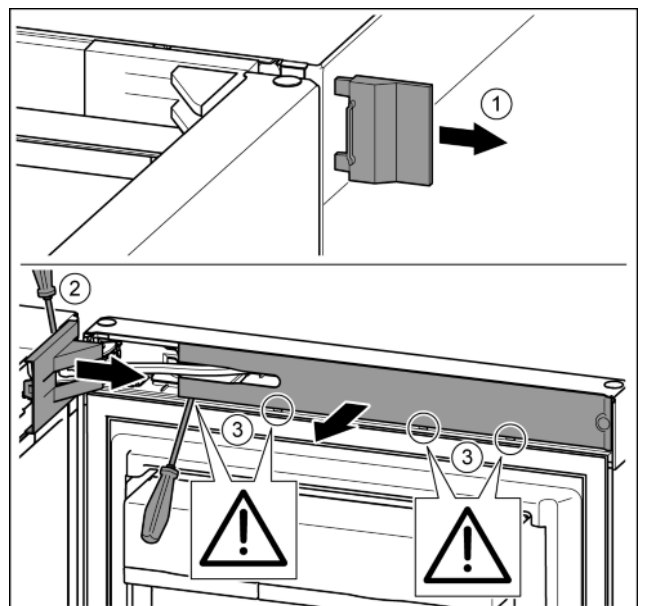

Fig. 9
- ▶ Снять внешнюю крышку. *Fig. 9 (1)*
- ▶ При помощи отвертки освободить от фиксаторов крышку опорного кронштейна и отсоединить. Снять крышку опорного кронштейна. *Fig. 9 (2)*
- ▶ Шлицевой отверткой вывести накладку из зацепления и отвести в сторону. *Fig. 9 (3)*